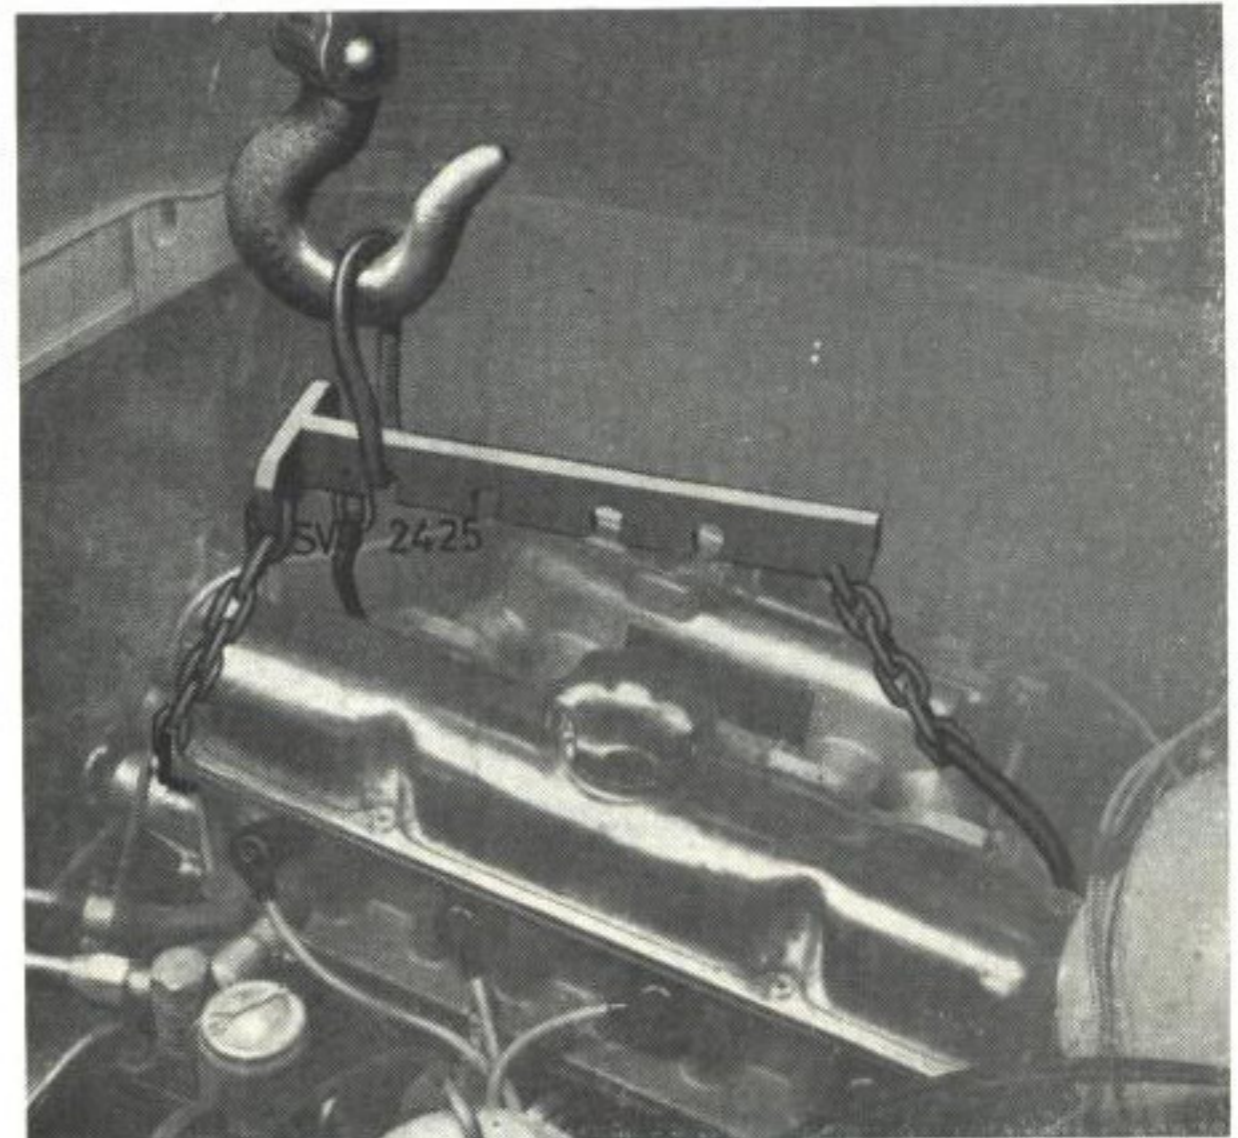

Bild 32. Urlyftning av motor.
7. Sätt fast lyftverktyg SVO 2425 vid motorn. Skruven på verktyget drages fast i hålet vid cylinderlockets framända (skruven för bränslerörets klamma demonterad) krokarna sättes under grenröret fram och bak. Se bild 32.